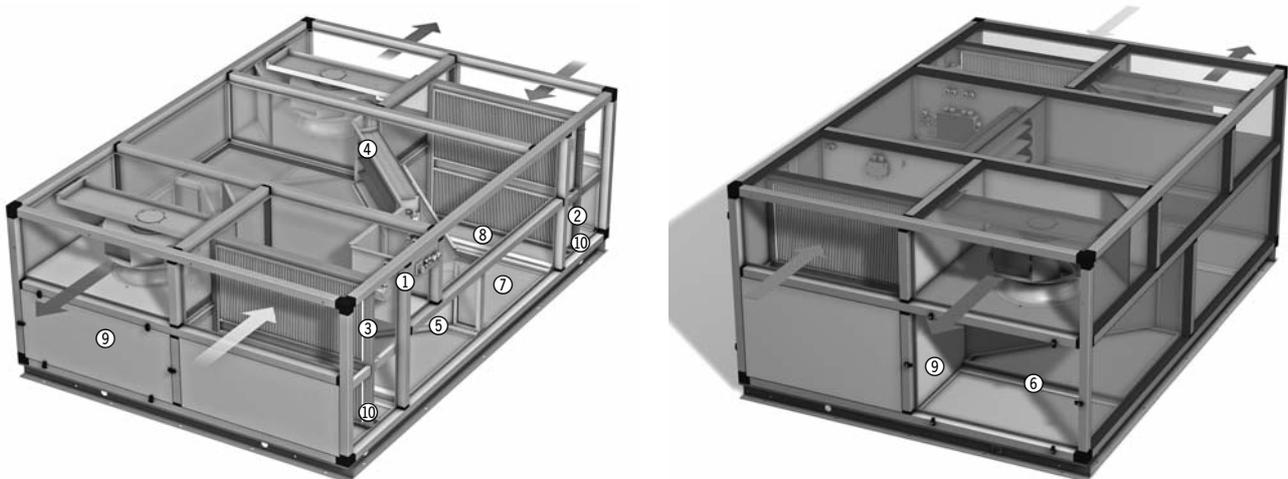
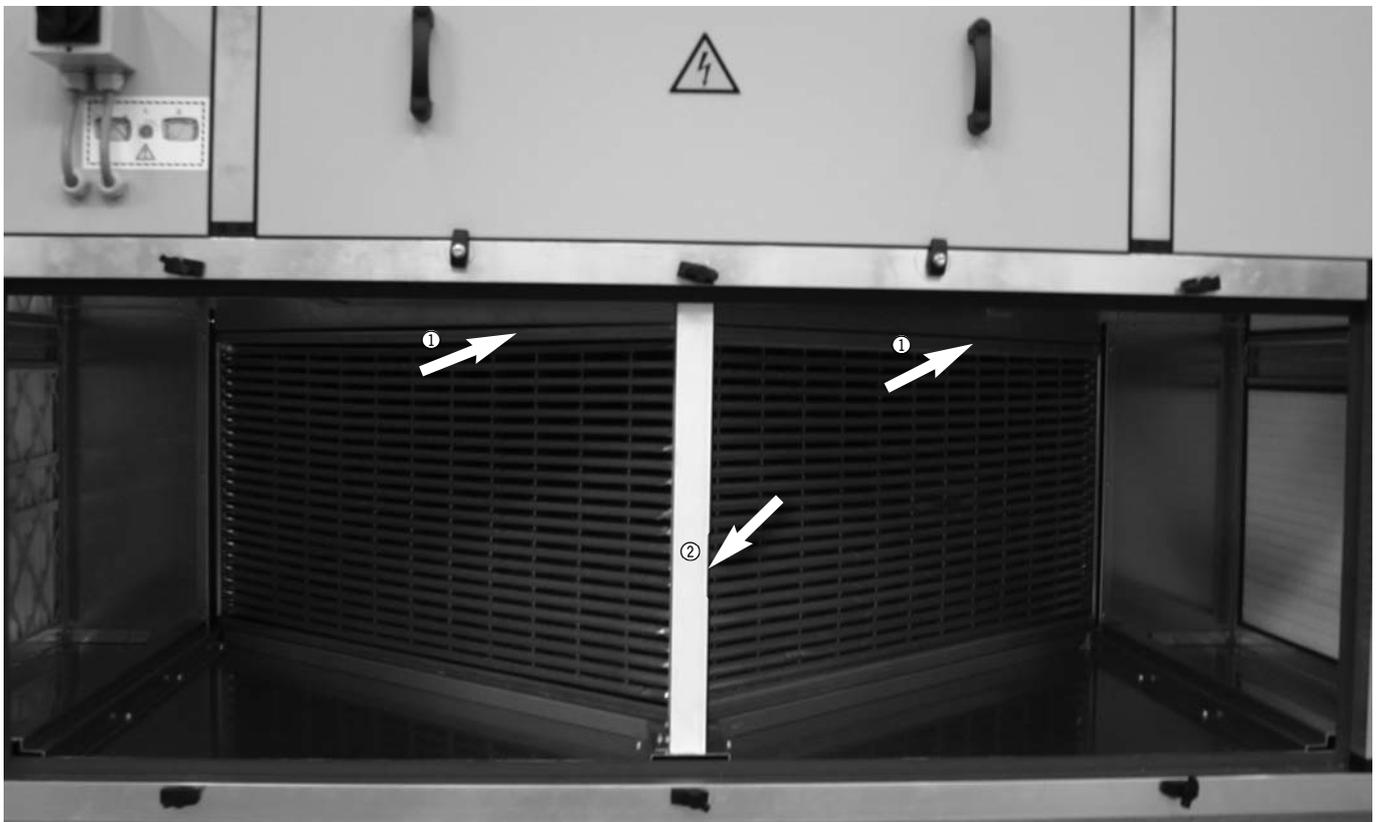

Abb. 9: Wartungs- und Kontrollpunkte (Abbildung zeigt Airblock C Abluft links)
Abb. 10: Demontage des Wärmetauschers
- Prüfen Sie den Kreuzstromwärmetauscher ⑤ allseitig auf Verunreinigungen.
- Öffnen Sie die untere Wartungsöffnung Abb. 9 ⑦ und die beiden Wartungsöffnungen unterhalb der Ventilatoren Abb. 9 ⑨.
- Öffnen Sie die untere Wartungsöffnung Abb. 9 ⑦. Entfernen Sie, wie in Abb. 10 gezeigt, die Abdeckstreifen ① und danach den Mittelsteg ②. Der Wärmetauscher läßt sich nun herausziehen.